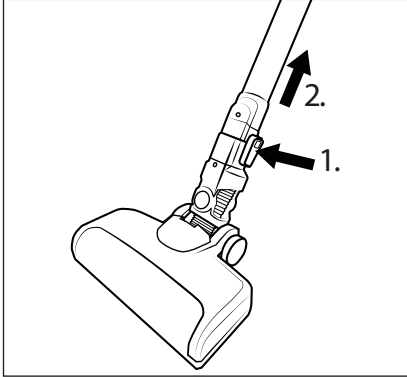

Fig. 12
- ◆ Para desmontar el cepillo para suelos 21 del tubo de aspiración 23, mantenga pulsado el botón de desencastre del cepillo para suelos 22 y tire del tubo de aspiración 23 para extraerlo del cepillo para suelos 21 (consulte la fig. 12).